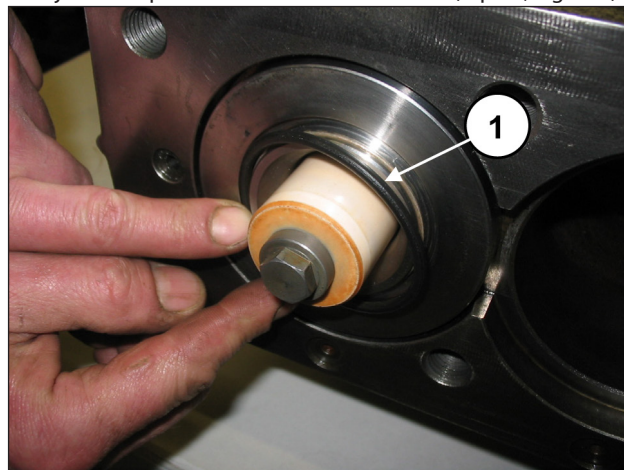
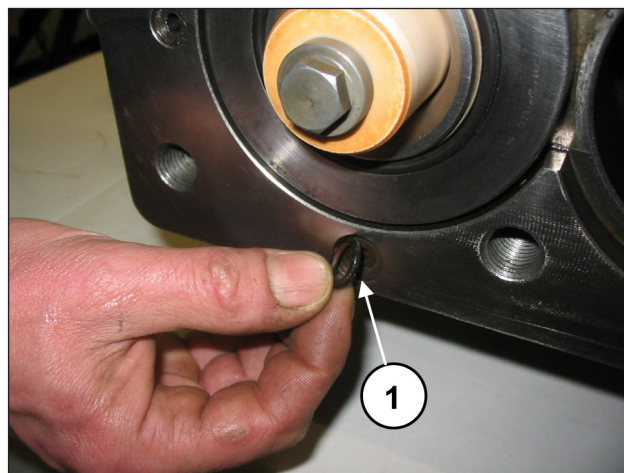

Fig. 161
Fig. 162
Monter le joint torique à l'avant de la chemise (rep. ①, Fig. 161) et le joint torique de l'orifice de recirculation (rep. ①, Fig. 162).